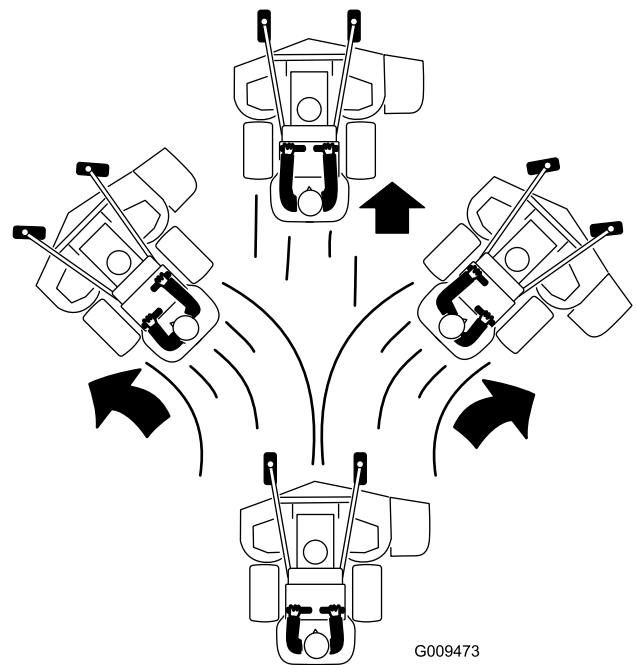

Figure 22
4. Poussez lentement les leviers de commande de déplacement lentement en avant (Figure 22).